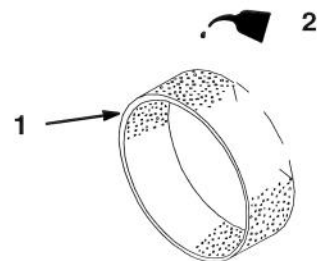

Figure 16
- C. Imbiber l'élément de 30 à 60 ml d'huile, soit une ou deux onces (Fig. 16). Presser l'élément pour bien répartir l'huile.